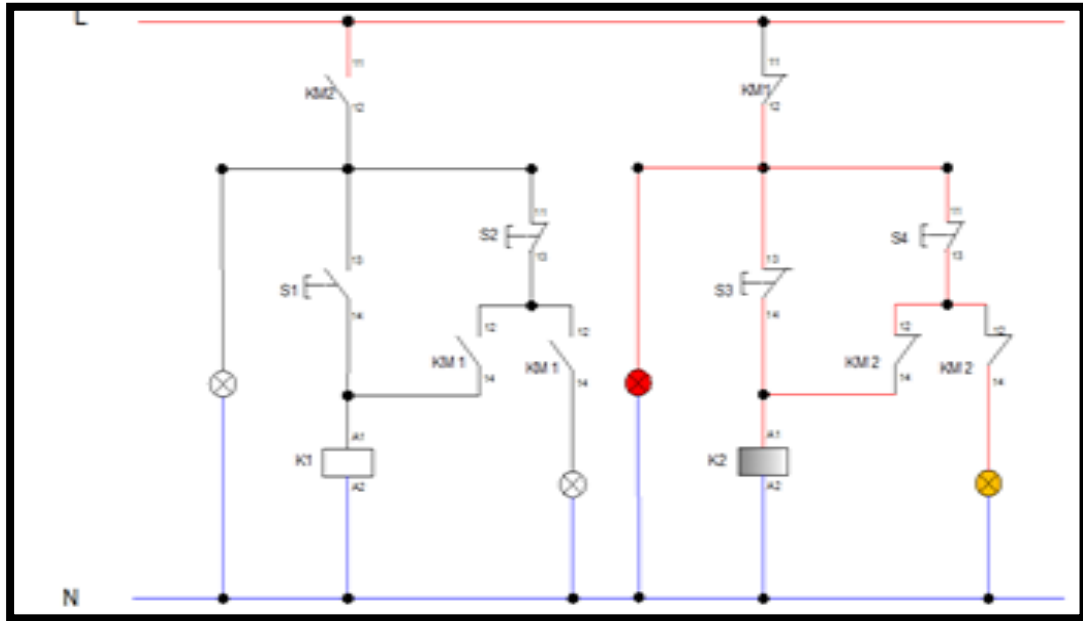

Figura 3. Arranque del motor trifásico con inversión de giro.
KM2 se cierra y la luz piloto amarilla se enciende y el contacto abierto (NC) de KM2 se abre y la luz piloto roja 2 se apaga pero la luz piloto roja 1 se mantiene encendida indicando que el motor está girando hacia la izquierda para apagar el circuito simplemente pulsamos S4 de acuerdo a la figura 3.